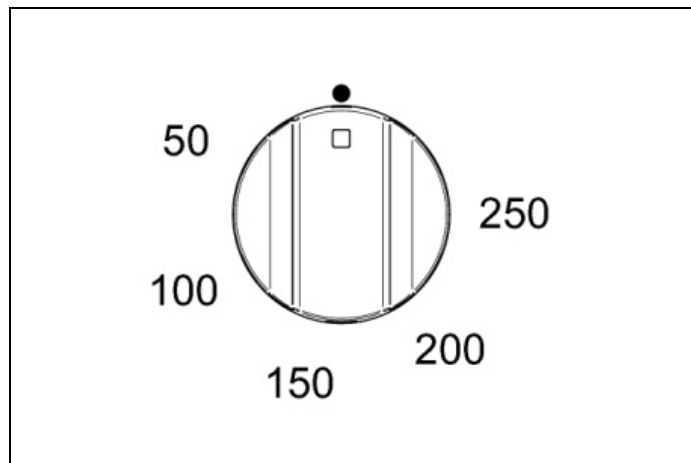
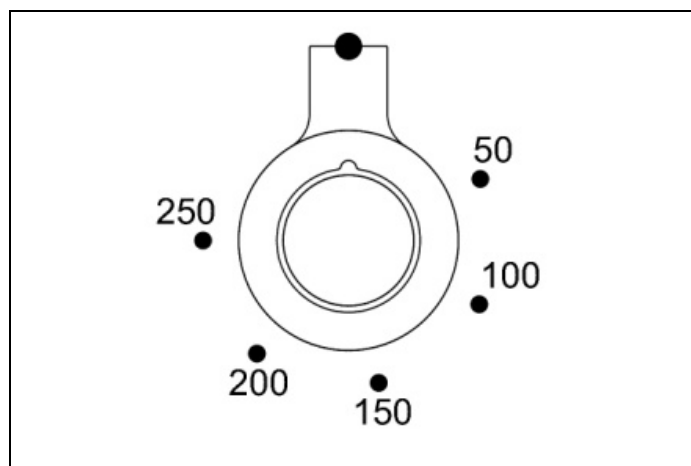
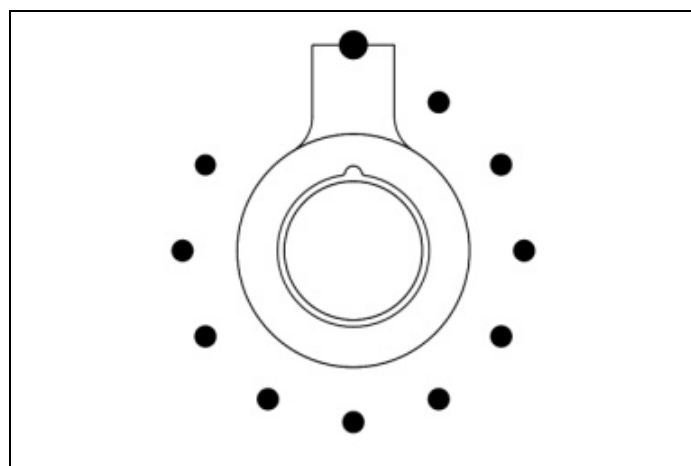

Fig. 28
Fig. 29
Fig. 30
- 2) Vrid temperaturvredet (Fig. 28 - Fig. 29 och Fig. 30 endast PRO T-modellen) medurs för att välja önskad temperatur. Den orange lampan släcks när ugnen har nått den valda temperaturen och är redo att användas. Det är normalt att denna lampa tänds och släcks under tillagningen så att elementen bibehåller en konstant temperatur (ugns drift indikeras av programmeringsdisplayen endast för PRO T-versionen).